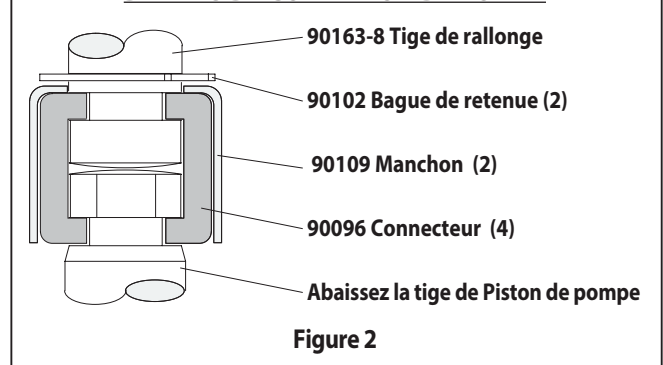

Figure 2
- À l'aide de la pince à circlips-e, glissez la bague de retenue assez loin pour permettre à la manche pour se déplacer vers le haut et relâchez les deux connecteurs (voir figure 2). Mettre de côté le moteur pneumatique.